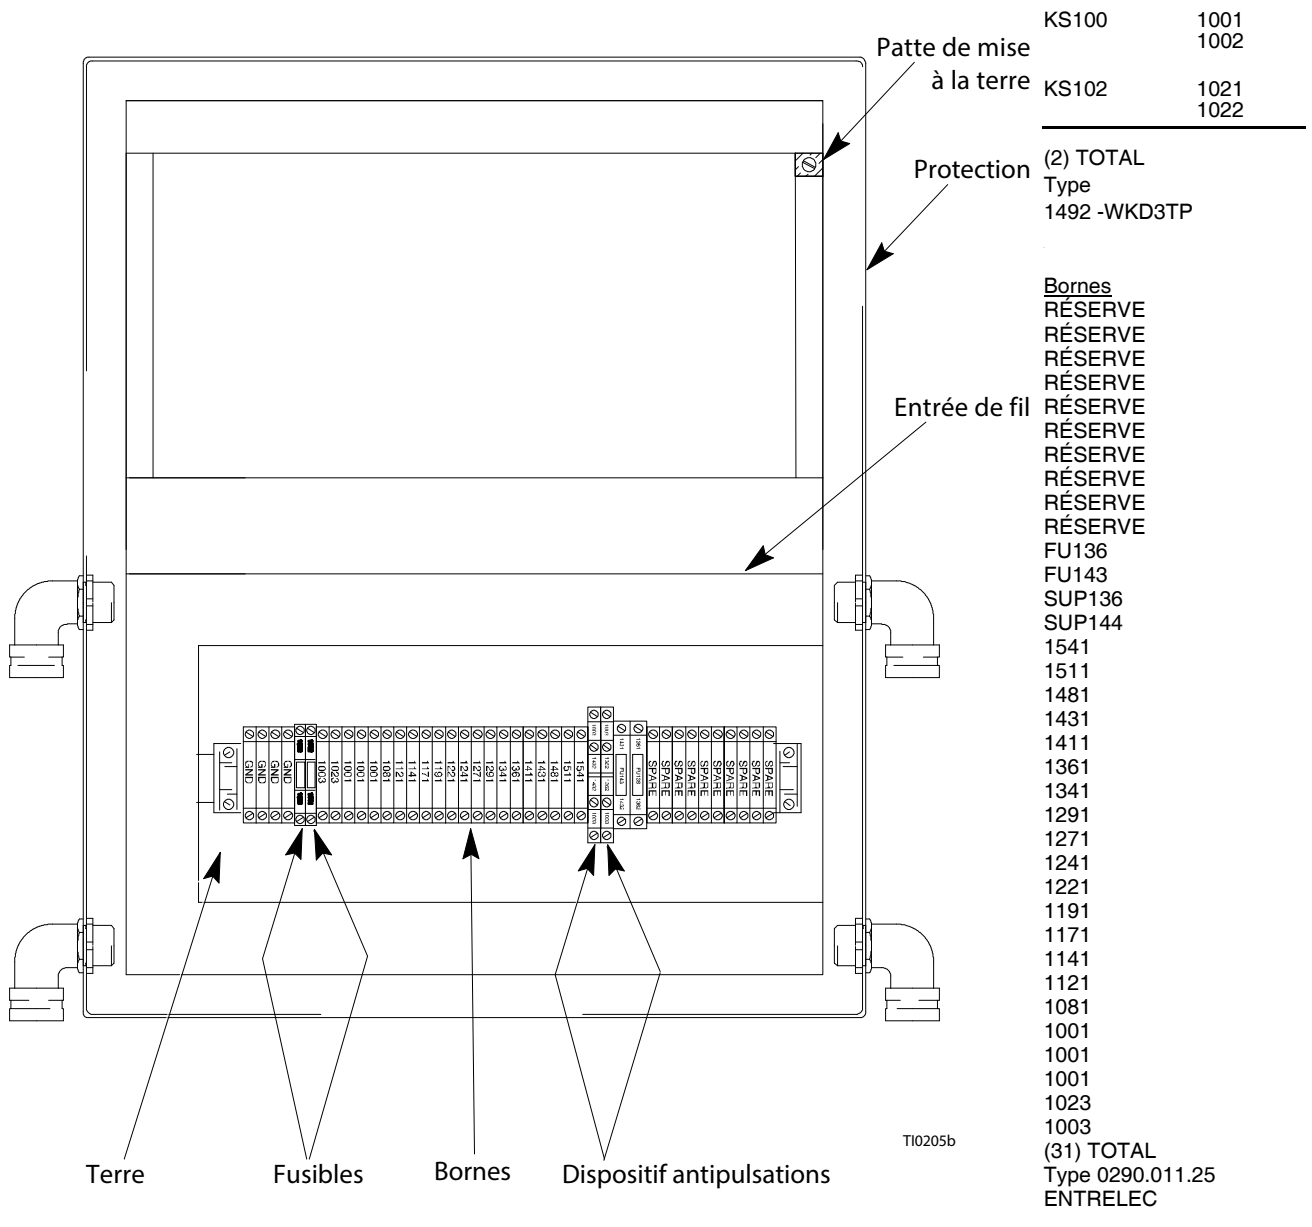

Fig. 15
3. Repérez l'ensemble soupape (203) fixé à la plaque de montage (201) sous le panneau de la boîte de jonction (217). Voir la figure 15.
4. Débranchez les deux câbles (216) du bornier à l'intérieur du panneau de la boîte de jonction (217) du groupe d'ensemble soupape (203). Pour toute information sur le câblage, reportez-vous à **Schéma électrique** à la page 88.
5. Retirez les quatre vis d'assemblage (205), les rondelles de blocage (206) et l'ensemble soupape (203) de la plaque de montage (201).
6. Installez le nouvel ensemble soupape (203) sur la plaque de montage (201) à l'aide des quatre vis d'assemblage (205) et des rondelles-de blocage (206). Voir la figure 15.
7. Reconnectez les deux câbles (216) sur le bornier à l'intérieur du panneau de la boîte de jonction (217) du groupe d'ensemble soupape (203). Pour toute information sur le câblage, reportez-vous à **Schéma électrique** à la page 88.
11. Vérifiez que l'ensemble soupape (203) fonctionne correctement.
3. Repérez l'ensemble commutateur de pression (202) fixé à la plaque de montage (201) sous le panneau de la boîte de jonction (217). Voir la figure 15.
4. Débranchez le cordon à 5 broches (211) de l'ensemble pressostat (202). Pour toute information sur le câblage, reportez-vous à **Schéma électrique** à la page 88.
5. Débranchez l'extrémité du fil conducteur de l'ensemble pressostat (202). Laissez l'autre extrémité du fil conducteur connectée au groupe de l'ensemble soupape (203).
6. Retirez les deux vis d'assemblage, les rondelles de blocage et l'ensemble pressostat (202) de la plaque de montage (201).